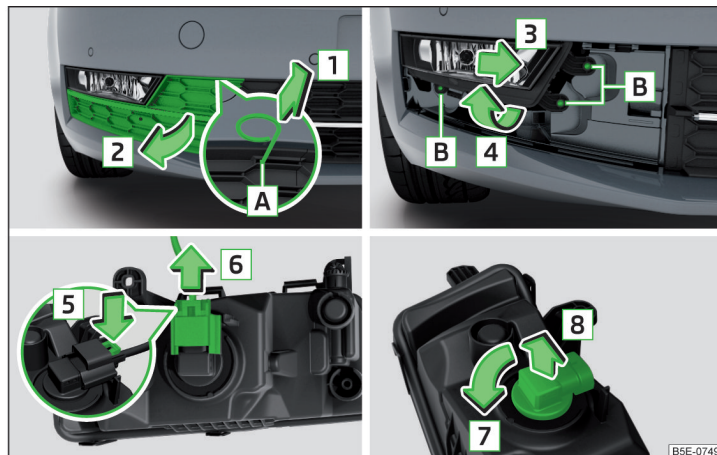

Fig. 359 Retirar el faro antiniebla / Cambiar la bombilla - Variante 1
- Introducir en la apertura **A** » fig. 359 el estribo para retirar los tapacubos integrales.
- Introducir el faro antiniebla contra el sentido de la flecha [4] » fig. 359, desplazarlo contra el sentido de la flecha [3] y fijarlo.